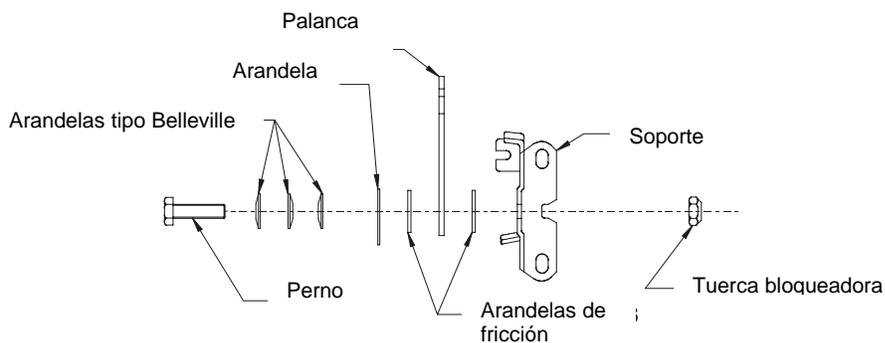

FIGURA 9
- b) La tensión de la palanca del acelerador se puede ajustar, apretando el perno del pivote de la palanca, el cual esta ubicado bajo la consola (Vea Figura 9)